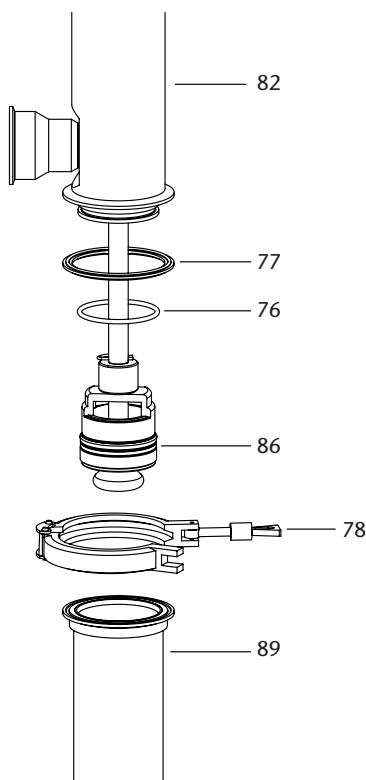

Fig. 18
4. Instale la junta tórica (76) y la junta plana (77) en el cuerpo de salida (82). Empuje el conjunto pistón (86) dentro del cilindro (89), si está muy duro, puede ayudarse de un martillo de goma para golpear suavemente el cilindro (89) y facilitar la operación. Fíjelo todo mediante la abrazadera (78) (fig. 18).